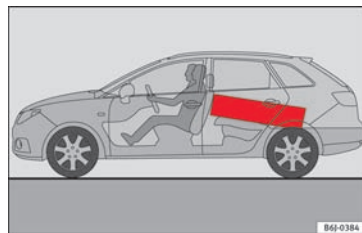

Fig. 156 Læg tunge ting så langt frem som muligt.
- Opbevar tung bagage så langt fremme i bagagerummet som muligt » Fig. 156.